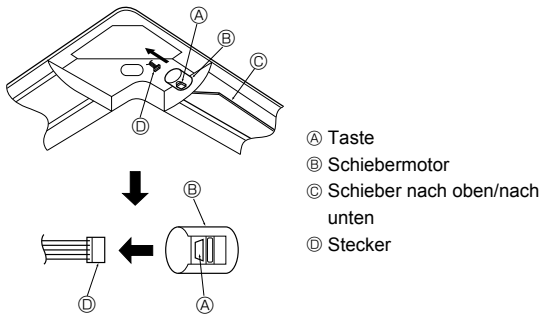

Fig. 5-11
5.7. Verriegelung der Richtung des Luftstroms nach oben/nach unten (Fig. 5-11)